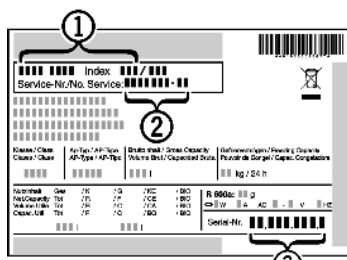

Fig. 19
- ▶ Наименование устройства Fig. 19 (1), сервисный № Fig. 19 (2) и серийный № Fig. 19 (3) считайте с заводской таблички. Заводская табличка находится внутри устройства слева.
- ▶ Обратитесь в сервисную службу и сообщите вид неисправности, наименование устройства Fig. 19 (1), сервисный № Fig. 19 (2) и серийный № Fig. 19 (3).